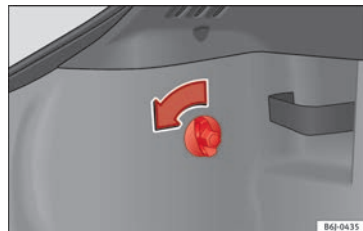

Fig. 105 Acceso a los pilotos posteriores.
- Gire el tornillo en el sentido de la flecha con la mano o con la ayuda de un destornillador »» fig. 105.
- Retire el conector del alojamiento **A** »» fig. 105.